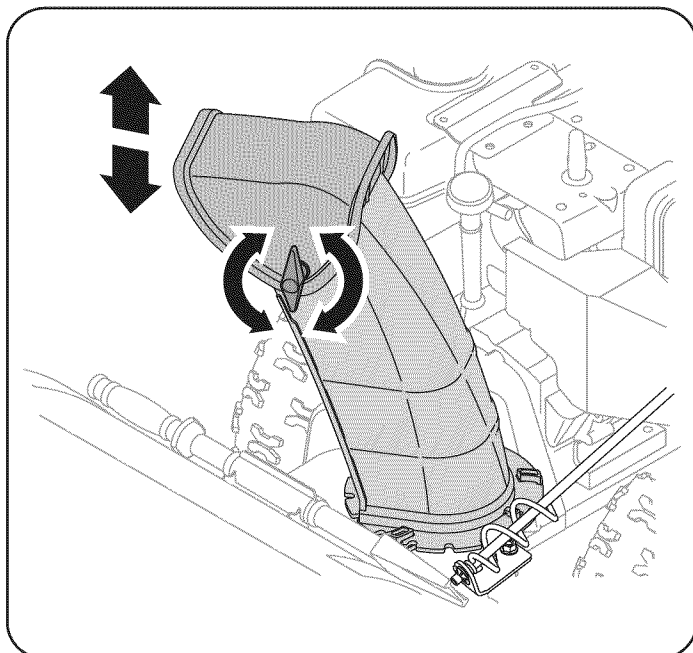

Figura 8
2. Gire el canal hacia arriba o hacia abajo antes de apretar la perilla a mariposa. Vea la Figura 8.